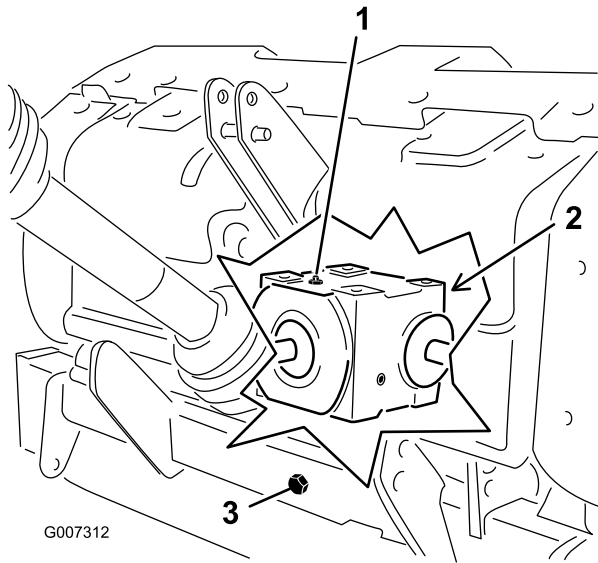

Figure 27
2. Enlevez le bouchon de contrôle de la boîte d'engrenages (Figure 27).
3. Vérifiez que le niveau d'huile atteint le bas de l'orifice du bouchon de contrôle dans la boîte d'engrenages (Figure 27).
1. Nettoyez les débris présents sur le bouchon de remplissage et le bouchon de vidange pour éviter la contamination (Figure 27).